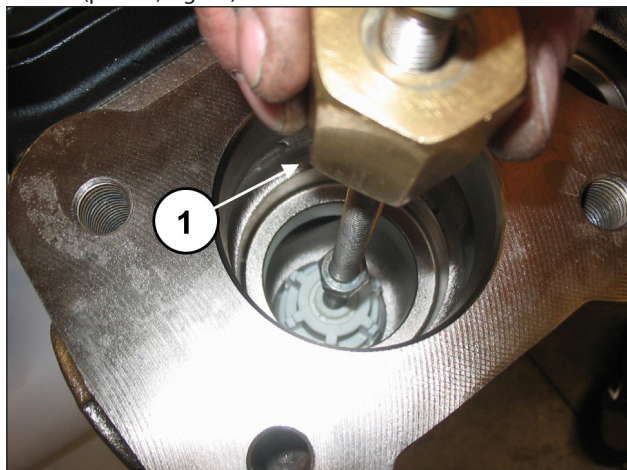

Fig. 84
Extraer el grupo de la válvula de aspiración introduciendo un extractor de percusión en el orificio M10 de la guía de la válvula (pos. ①, Fig. 84).